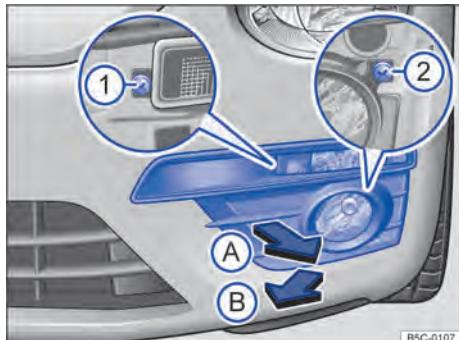

Fig. 182 No para-choque dianteiro à esquerda:
2.	Puxar a cobertura, começando de dentro, nas lamelas, para a frente até que as travas se soltem Fig. 182 (seta A).
4.	Desaparafusar os parafusos de fixação ① e ② com a chave de fenda das ferramentas de bordo Página 288.
12.	Apertar os parafusos de fixação Fig. 182 ① e ② com a chave de fenda.